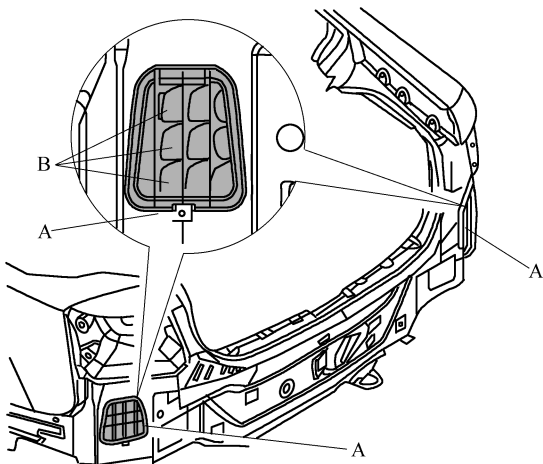

图 8-3-8 拆下后部保险杠后排气口外框 A
(1) 拆下后部保险杠后的排气口外框, 如图 8-3-8 所示。为了强制通风, 在左侧和右侧各安装了一个排气口外框 A。为了使密封唇 B 能够正确关闭, 排气口外框 A 必须左右安装吻合。